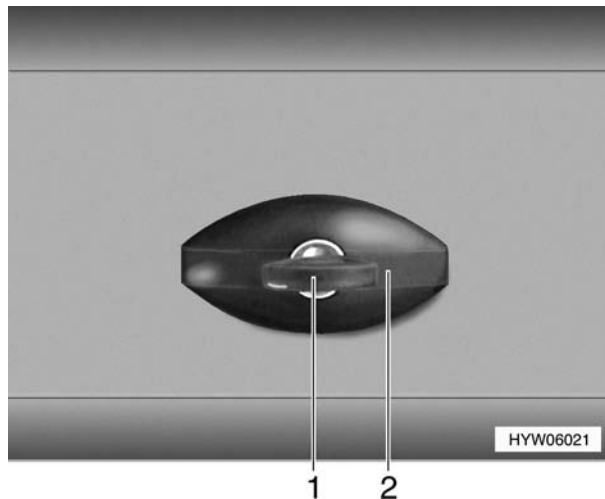

Bild 45 Klappenschloss (Variante 3), verschlossen
- ▷ Bei Regen kann Wasser in das geöffnete Klappenschloss eindringen. Deshalb den Schlossgriff (45,2) wie auf Bild 45 abgebildet schließen.